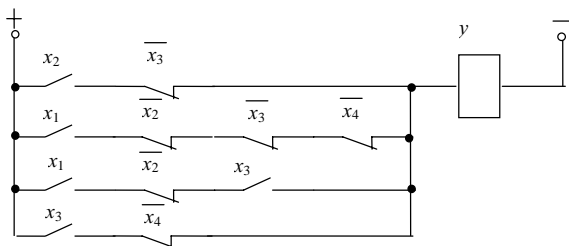
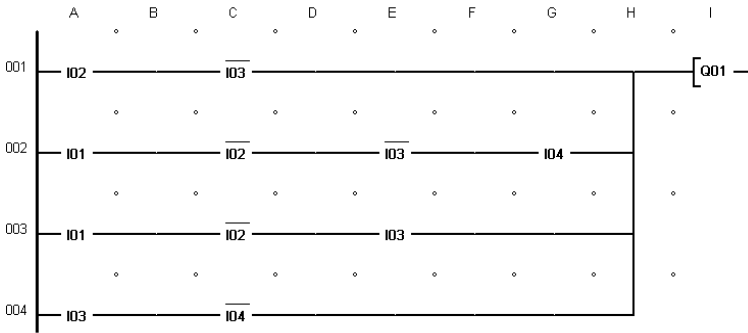

Рис. 1.5 Релейная схема управления
Рис. 1.8. Вид управляющей программы для реле «EASY»
По полученному уравнению синтезируем релейную схему управления (рис. 1.5)
1. Облегчение программирования, которое выполняется, как правило, в форме предварительно составленной релейной электрической принципиальной схемы. Задание программы ведут на клавиатуре ручного ввода в символах принципиальной релейной схемы путем нажатия на кнопку и последовательного выбора замыкающего или размыкающего контакта, катушки аппарата и т. п. В этом случае программирование может осуществлять цеховой обслуживающий персонал с минимальной специальной подготовкой в области программирования ЭВМ. При использовании специальных карт памяти, в которых записана схема соединений и настройки элементов, загрузка программы в программируемое реле и его запуск может выполняться персоналом без специальной подготовки. Программирование может осуществляться также с использованием специального компьютерного программного обеспечения с последующим переписыванием программы из компьютера в программируемое реле. Например, для реализации на программируемом реле «EASY» синтезированной выше схемы управления (рис. 1.5), управляющая программа составляется в виде, представленном на рис. 1.8.